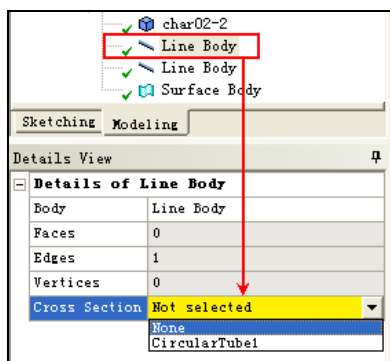

图 2-79 将圆环截面施加到线体 1
**步骤 01** 如图 2-79 所示，选择设计树中的 Line Body，然后在参数设置列表 Cross Section 中选择截面 CircularTubel，即可将圆环截面施加到线体上。